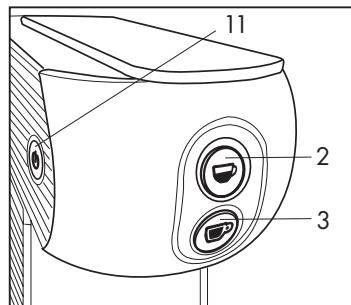

Fig. 11
- Contrôler qu'il n'y a pas de capsules à l'intérieur et allumer la machine en actionnant l'interrupteur principal (11).
- Fermer le support petite tasse (10) et poser une grande tasse vide sous le bec de distribution (4).
Grande tasse : Presser et garder la touche enfoncée (3). La machine commencera à distribuer l'eau. Une fois que le niveau d'eau désiré est atteint lâcher la touche (3). La machine interrompra alors la distribution d'eau et la quantité restera mémorisée pour les distributions futures. (**Fig.11**)
Petite tasse : Presser et garder la touche enfoncée (2). La machine commencera à distribuer l'eau. Une fois que le niveau d'eau désiré est atteint lâcher la touche (2). La machine interrompra alors la distribution d'eau et la quantité restera mémorisée pour les distributions futures. (**Fig.11**)